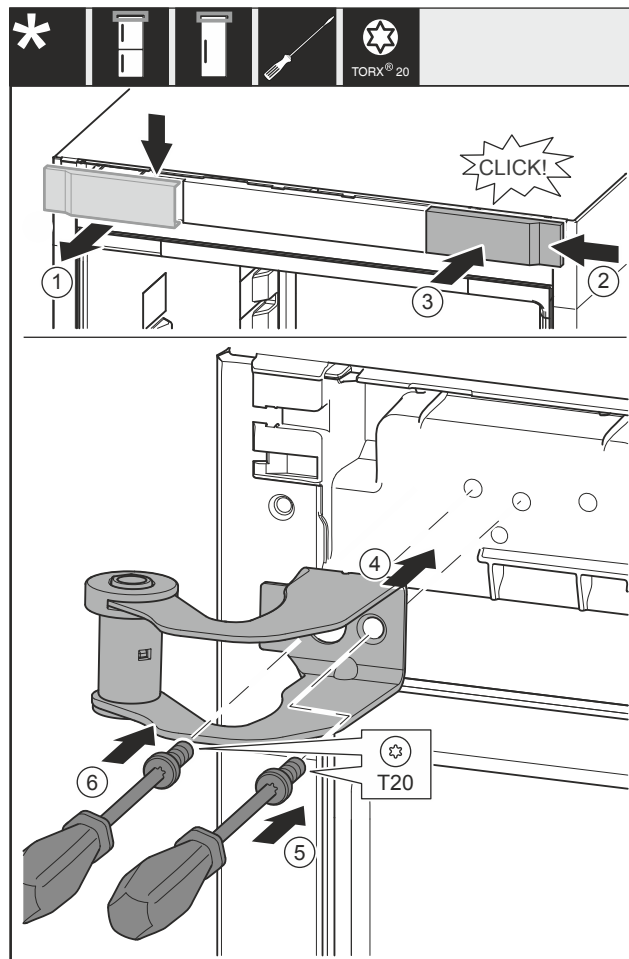

Fig. 12
- ▶ Skinite poklopac Fig. 12 (1) odozgo prema naprijed.
- ▶ Zakvačite poklopac Fig. 12 (2) okrenut za 180° na drugoj strani zdesna.
- ▶ Pustite da se poklopac Fig. 12 (3) uglavi.
- ▶ Postavite gornji podložak ležaja Fig. 12 (4).
- ▶ Pritegnite vijak Fig. 12 (5).
- ▶ Pritegnite vijak Fig. 12 (6).